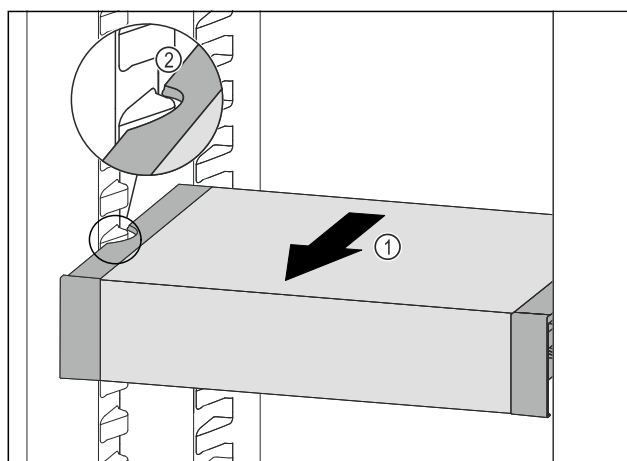

Fig. 124
- ▶ 向前拉动 VarioSafe Fig. 124 (1)，直至 VarioSafe 的侧部凹槽与冷藏区中的容器肋梁持平。 Fig. 124 (2)